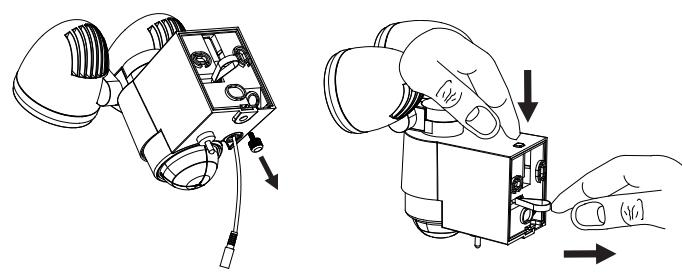

Bild 1 Bild 2
- Lossa de båda skruvarna (Bild 1) i väggfästet
OBS: När man byter batteri måste omkopplaren på lampenhet stå på OFF och solcellsmodulens kontakt tas bort från huvudenheten. För det första, för att byta batteri öppnar man huvudenhetens hölje enligt vad som beskrivs i avsnittet "Huvudenhet" i bild 1 och 2. Ta bort batteriet från hållaren och byt ut det mot ett nytt. Om möjligt laddar man upp batteriet innan med en vanlig batteriladdare för 1,2 V AA Ni-MH batterier. Om uppladdning med en batteriladdare inte är möjlig, skall man följa avsnittet "FÖRSTA UPPLADDNINGEN AV SOLCELLSSLAMPAN".